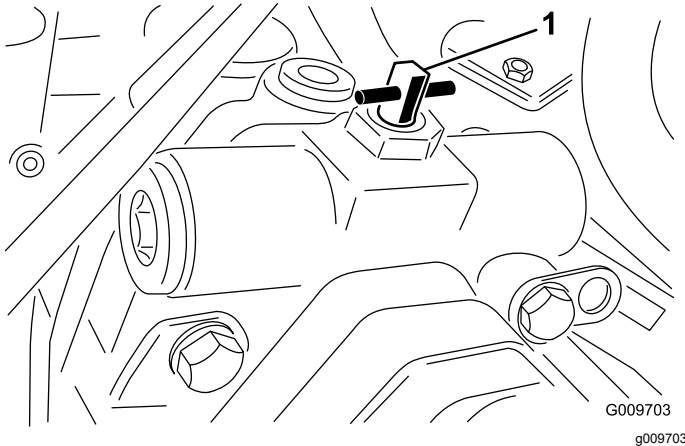

図 45
3. バイパスバルブを右または左に90°回転4分の1回転させるとバルブが開いて内部でバイパスが形成される 図 45。
- バイパスバルブを右または左に90°回転 $\frac{1}{4}$ 分の1回転させるとバルブが開いて内部でバイパスが形成される 図 45。